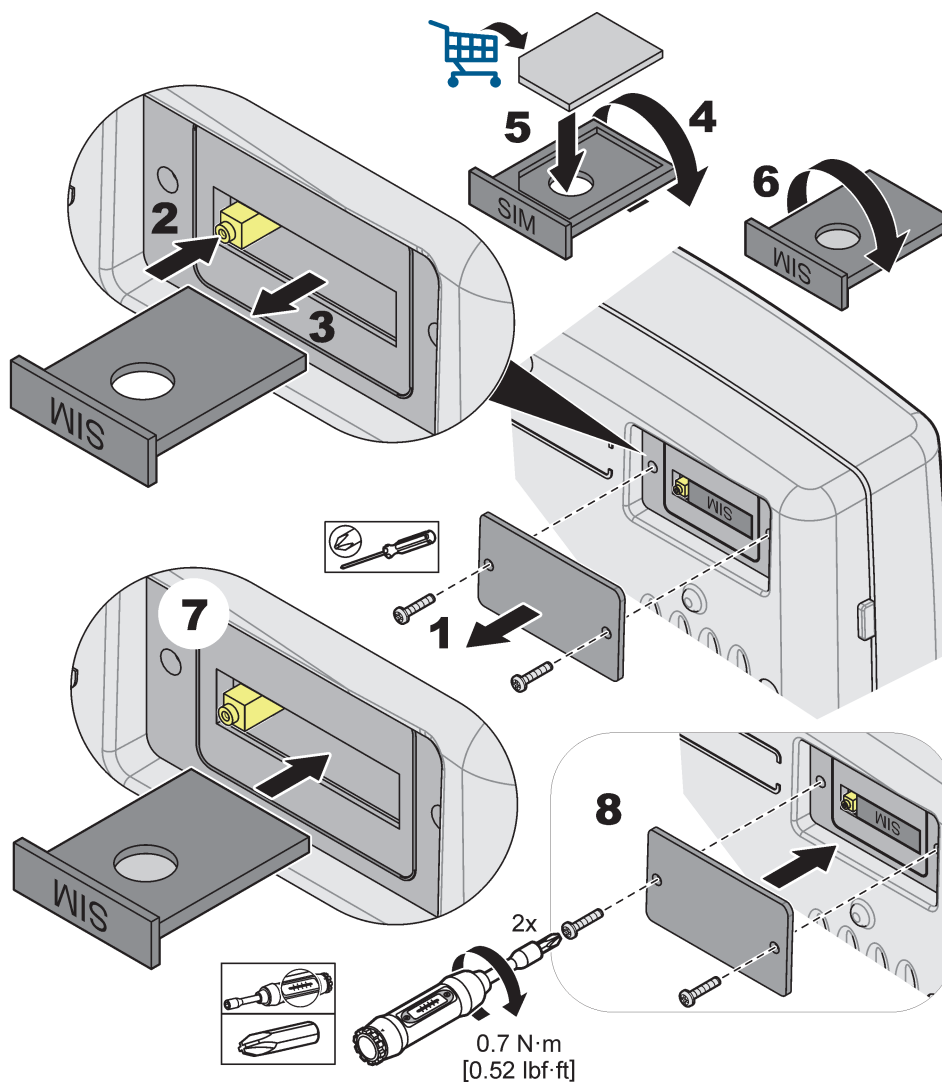

Рисунок 34 Вставка SIM карты
3. Снимите крышку SIM карты на задней стороне модуля дисплея (Рисунок 34).